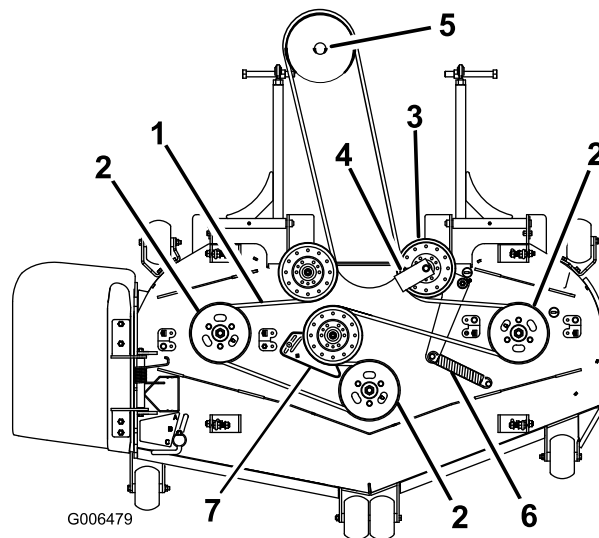

Figure 72
6. Déposez le guide-courroie de la poulie de tension rappelée par ressort, comme montré à la Figure 72 et la Figure 74.
8. Acheminez la courroie neuve autour des poulies du tablier de coupe et de la poulie du boîtier d'engrenages, sous le moteur (Figure 72).
9. Montez le guide-courroie sur la poulie de tension rappelée par ressort à un angle de 45 degrés, comme montré à la Figure 72 et la Figure 74. Serrez le boulon à un couple de 37 à 45 N·m (27 à 33 pi-lb).
10. Montez le ressort de la poulie de tension sur les 2 ergots (Figure 72 et Figure 74).